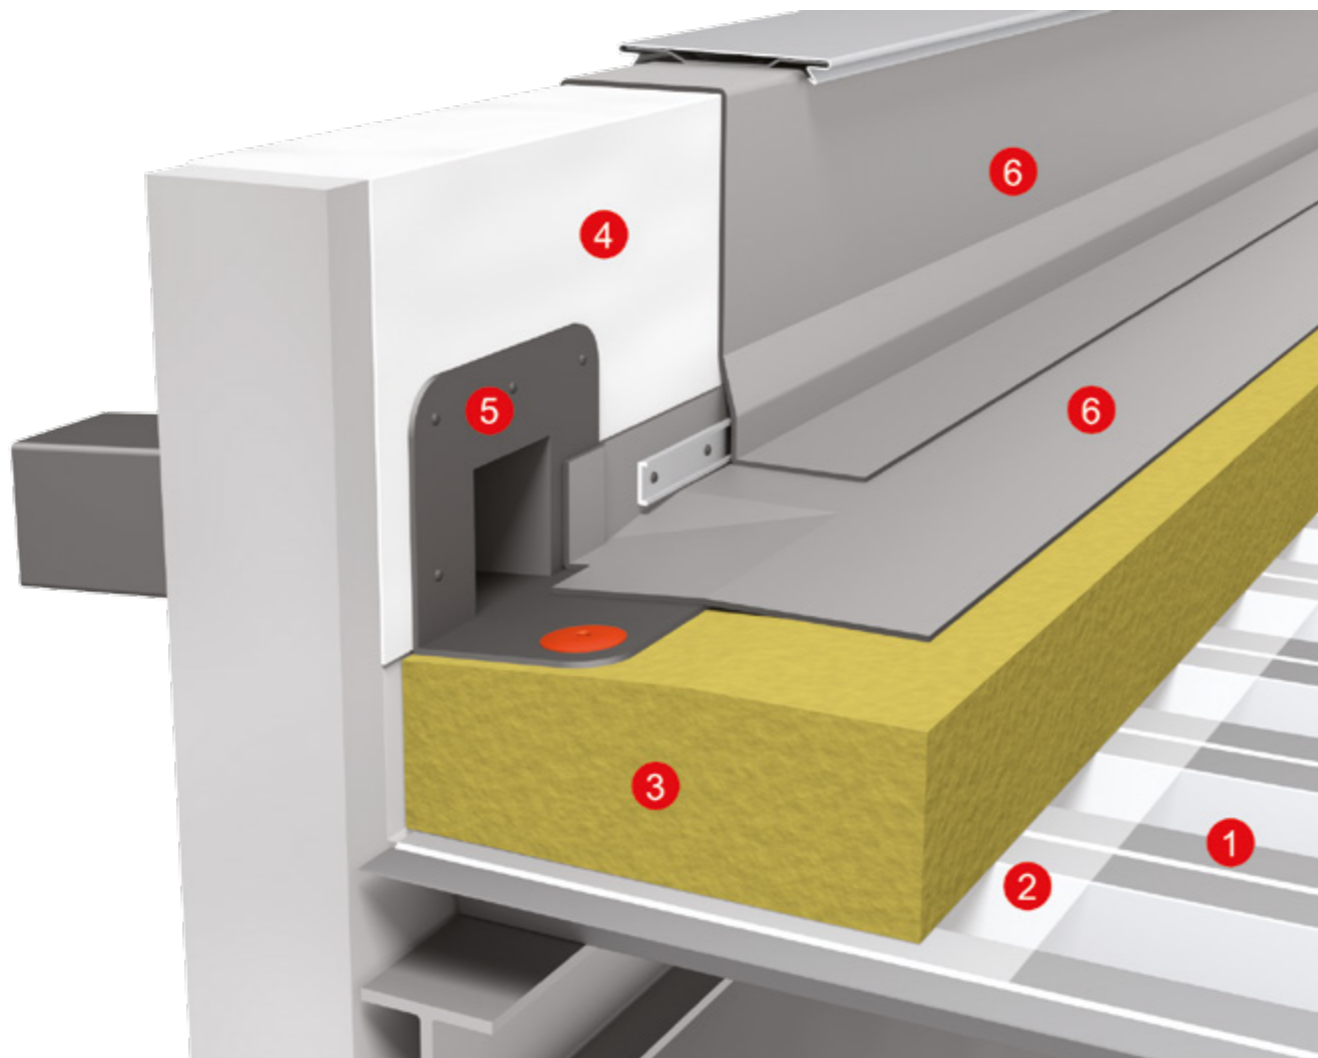

Рис. 17
3.10.2. Монтаж скаппера (см. рис.17)